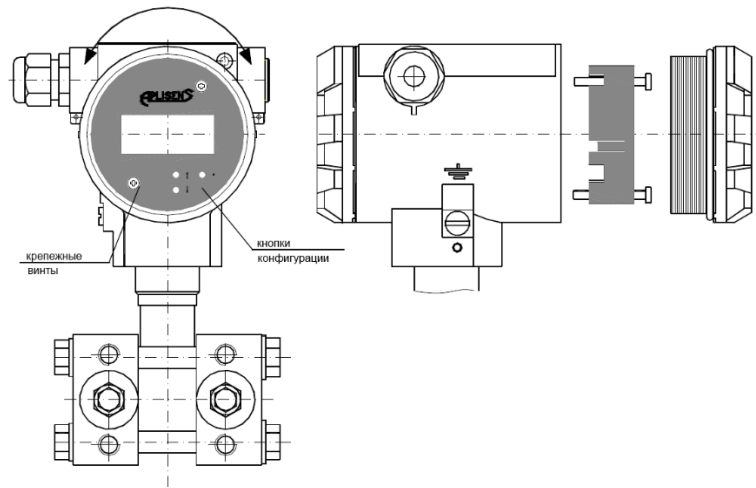

Рисунок 8 – Порядок изменения положения индикатора
2.2.22 Для изменения положения индикатора относительно корпуса или включения/отключения подсветки индикатора необходимо открутить лицевую защитную крышку, открутить винты крепления индикатора. Извлечь модуль индикатора, держа его за винты крепления. Повернуть модуль индикатора влево или вправо, в требуемое положение с шагом  $15^\circ$  (возможность поворота до  $345^\circ$ ) и закрепить винтами (см. рисунок 8). Закрутить защитную лицевую крышку.